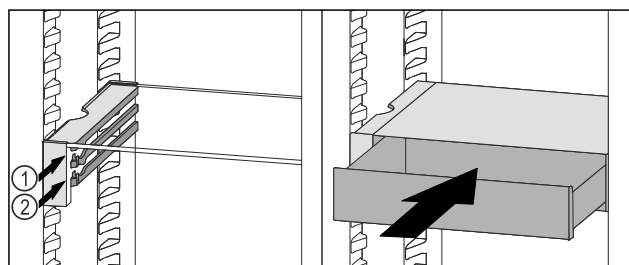

Fig. 140
- ▶ Zásuvku VarioSafe nasadte za zarážkami na požadovanom rebre Fig. 140 (1) alebo Fig. 140 (2).